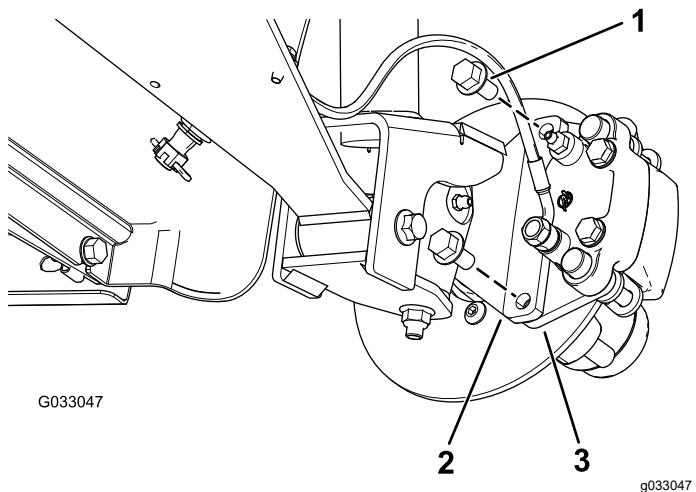
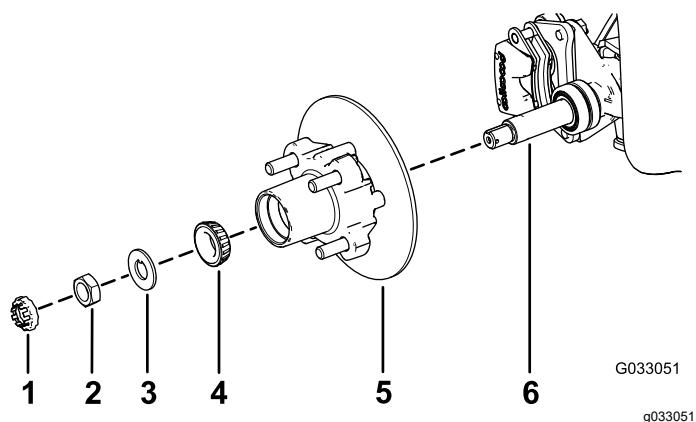

Bild 30
Bild 34
3. Entfernen Sie die Bundkopfschrauben (3/8" x 3/4"), mit denen die Halterung für die Bremse an der Spindel befestigt ist, und nehmen die Bremse von der Spindel ab (Bild 30).
1. Fetten Sie die Spindel leicht mit der angegebenen Fettsorte ein (Bild 34).
2. Montieren Sie die Radnabe und den Drehzylinder an der Spindel mit dem Drehzylinder innen (Bild 34).
3. Montieren Sie das Außenlager an der Spindel und setzen das Lager auf den äußeren Lagerring (Bild 34).
4. Legen Sie die Nasenscheibe auf die Spindel (Bild 34).
5. Schrauben Sie die Spindelmutter auf die Spindel und ziehen Sie die Mutter auf ein Drehmoment von 15 N·m an, während Sie die Radnabe drehen um das Lager zu fixieren (Bild 34).
2. Fluchten Sie die Bremsbeläge mit jeder Seite des Drehzylinders (Bild 30) und die Löcher in der Bremsbackenhalterung mit den Löchern im Bremsenhalter des Spindelrahmens aus (Bild 34).
3. Befestigen Sie den Bremsbackenhalterung mit den beiden Bundkopfschrauben ($\frac{3}{8}$ " x $\frac{3}{4}$ ") am Spindelrahmen (Bild 30).